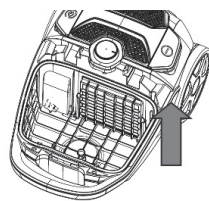

Fig. 14
2. Filtru de admisie: curățați filtrul cu apă caldă și lăsați-l să se usuce complet înainte de a-l introduce din nou în unitate. (Fig. 14)